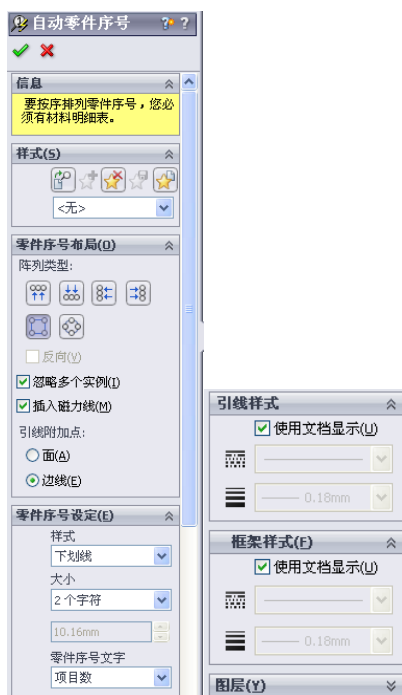
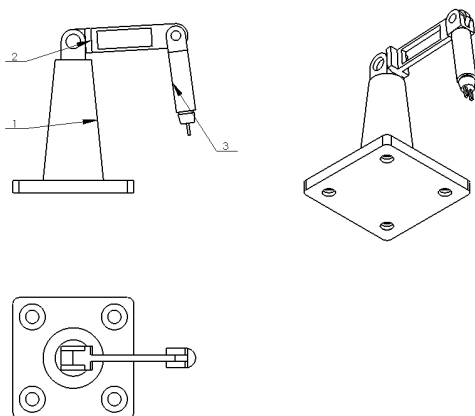

图 12-78 自动零件序号设置框
图 12-79 自动生成的零件序号
(5) 选择菜单栏中的“插入”→“注解”→“自动零件序号”命令, 或者单击“注解”工具栏中的 (自动零件序号) 按钮, 在图形区域分别单击右视图和轴测图将自动生成零件的序号, 零件序号会插入到适当的视图中, 不会重复。在弹出的属性管理器中可以设置零件序号的布局、样式等, 参数设置如图 12-78 所示, 生成零件序号的结果如图 12-79 所示。